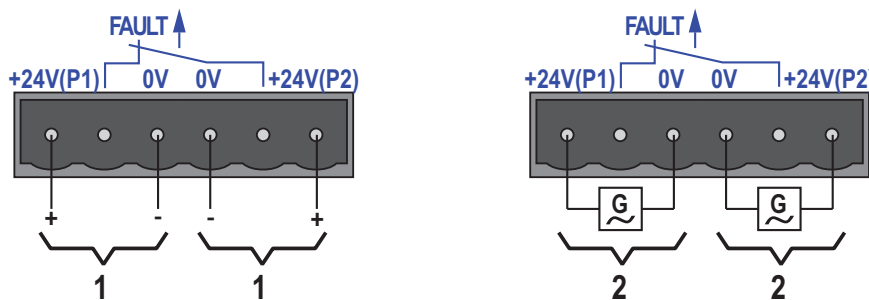

Abb. 20: Anschluss der Versorgungsspannung am 6-poligen Klemmblock
Als Versorgungsspannung können Sie wahlweise Gleich- oder Wechselspannung anschließen. Verwenden Sie die Pins +24V und 0V zum Anschluss der Wechselspannung (siehe Abbildung 20).
- ▶ Der Signalkontakt ("FAULT", Pinbelegung des Klemmblockes siehe Abbildung 20) dient der Funktionsüberwachung des Gerätes und ermöglicht damit eine Ferndiagnose. Die Art der Funktionsüberwachung können Sie im Management festlegen.